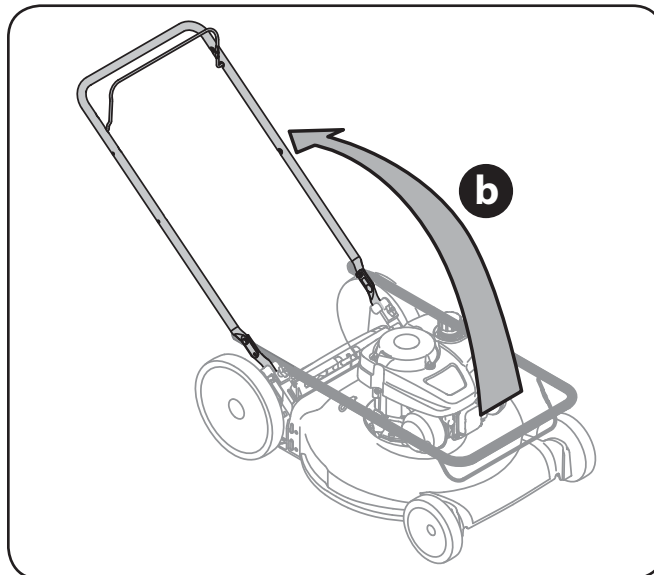

Figura 3-2
- b. Mientras mantiene la podadora estabilizada de forma que no se mueva pivotee el asa superior como se muestra en la Figura 3-2. Tenga cuidado de no pellizcar el cable al hacer esto.